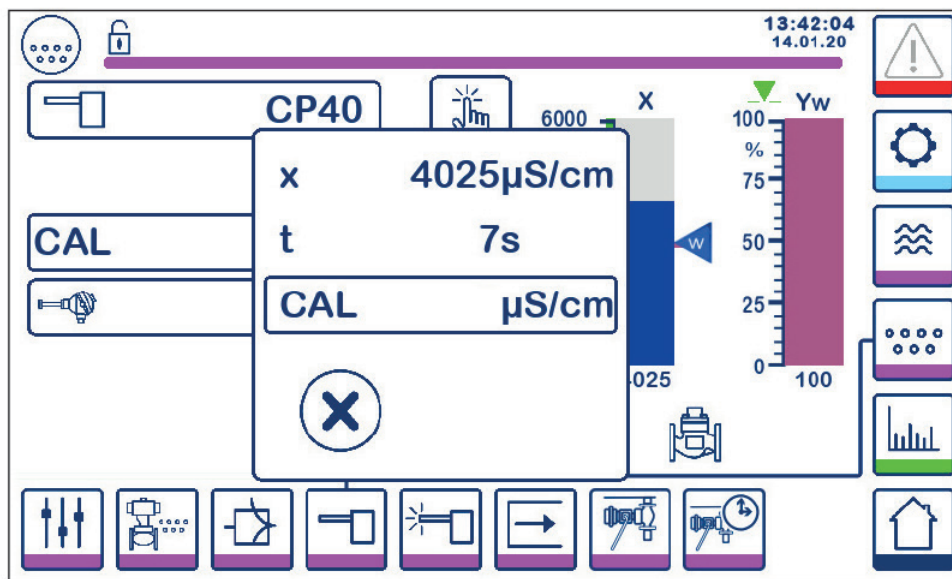

Fig. 36 - Étalonnage avec la sonde dans la ligne de déconcentration
- Démarrer la procédure d'étalonnage (Figure 36) et noter le temps nécessaire à l'affichage pour se stabiliser